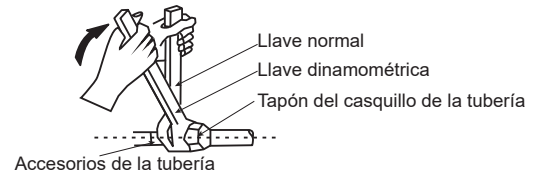

Figura 4.1
- Utilice dos llaves al instalar o desmontar las tuberías, una llave normal y una llave dinamométrica. Véase Figura 4.1.